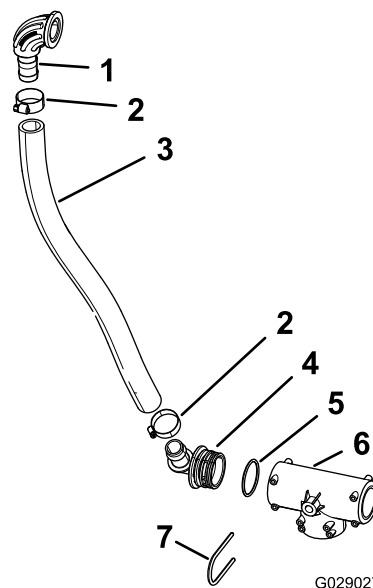

Figura 36
- Inserite il gomito flangiato rimosso nel passaggio 3 di Rimozione del flessibile di ingresso \(pagina 19\) nel flessibile di ingresso di 2,5 x 66 cm e fissate il raccordo con la fascetta che avete conservato (Figura 36).
- Inserite l'estremità dentellata di un raccordo del mozzo a 90° nell'altra estremità del flessibile di ingresso e fissatela con una fascetta stringitubo come illustrato nella Figura 36.
- Montate un O-ring nella scanalatura per O-ring del raccordo del mozzo a 90° (Figura 36).
- Inserite il mozzo del raccordo a 90° in un'estremità del raccordo a T superiore (Figura 36) e fissate il raccordo a T e il raccordo del mozzo con un fermo.